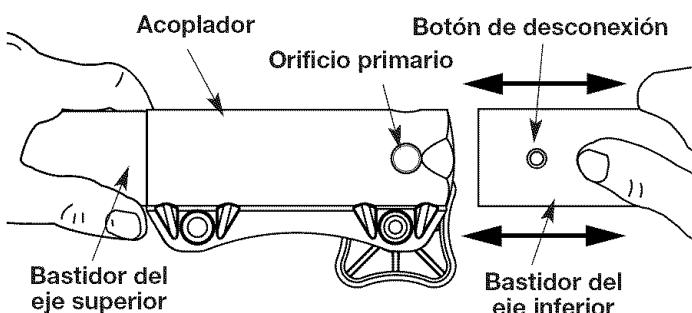

Fig. 7
3. Mientras sostiene el bastidor del eje superior con firmeza, quite el accesorio de corte o el accesorio optativo fuera del acoplador en línea recta (Fig. 7).
2. Mientras sostiene el accesorio con firmeza, empújelo dentro del acoplador en línea recta (Fig. 7).
**NOTA:** La instalación será más fácil si alinea el botón de desconexión con el hueco de guía (Fig. 7).